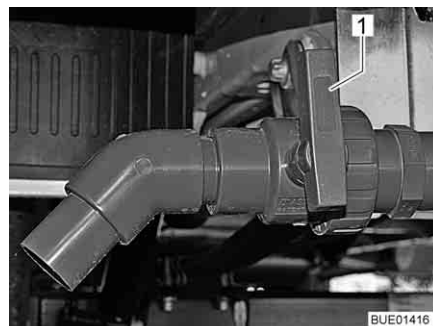

Fig. 214 Robinet de vidange (extérieur)
- Tourner la poignée (Fig. 214,1) du robinet de vidange dans le sens de l'écoulement. Les eaux usées s'écoulent ainsi par un robinet à bille.